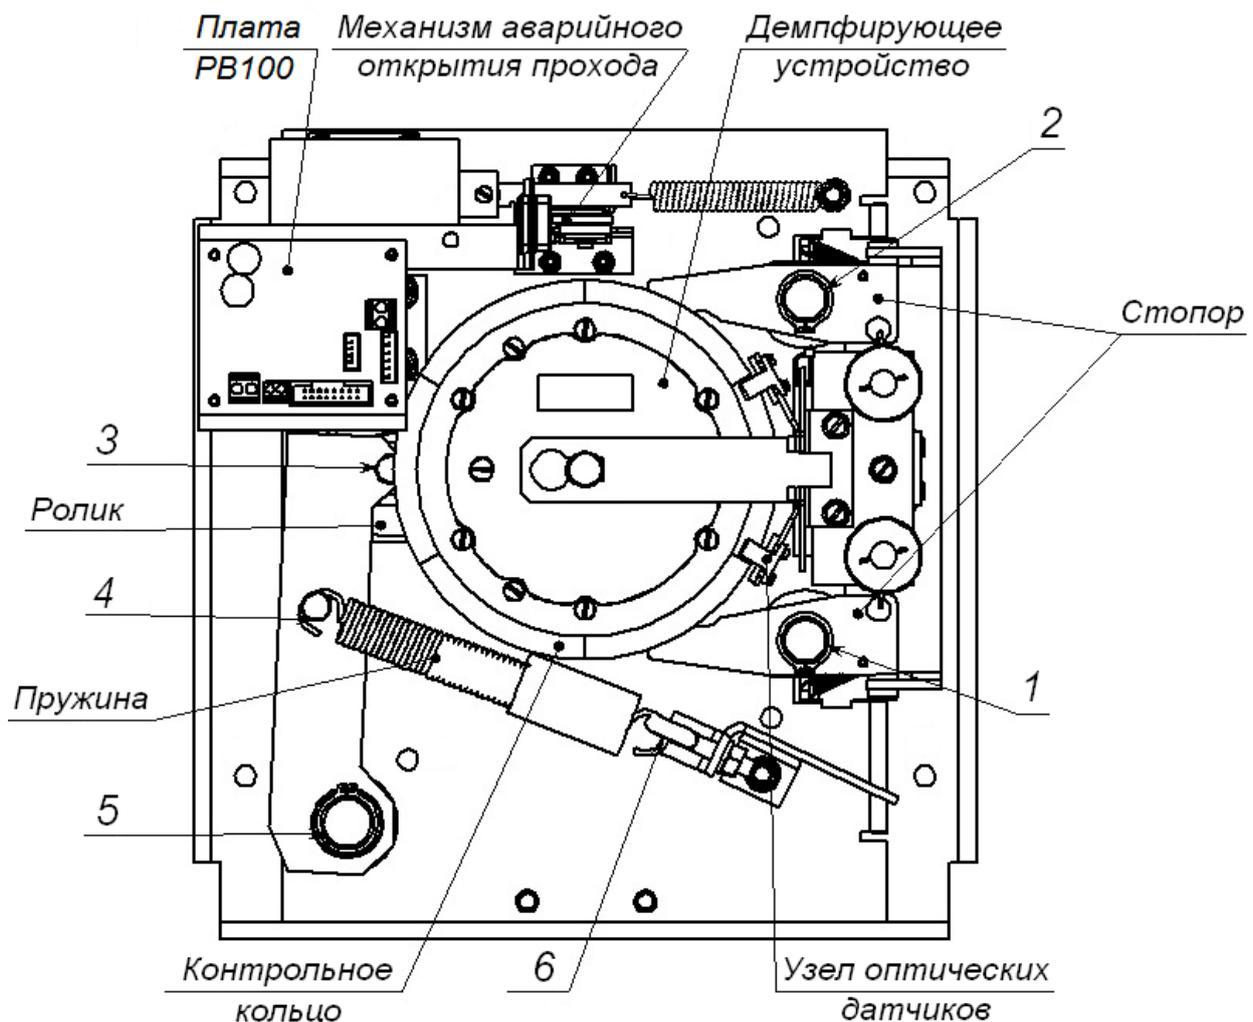

Рисунок 24. Расположение внутренних деталей и узлов стойки ЭП
6. Осмотрите устройство доворота (толкатель, пружины и ролик), оптические датчики угла поворота преграждающих планок и демпфирующее устройство (см. рис. 24).
- смазкой **Chain and Rope Lube Spray - WEICON** оси вращения рычага толкателя (5, рис. 24) ролика и стопоров (1, 2, 3, 5, рис. 24);
- смазкой ШРУС-4 точки крепления пружин доворота (6, 4, рис. 24),
12. Проверьте крепление преграждающих планок (4) в шарнирных узлах маховика и, при необходимости, подтяните крепежные винты.